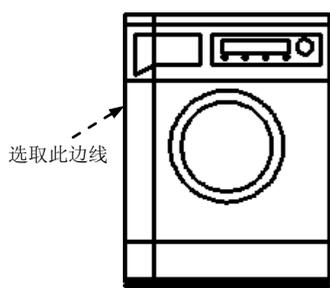

图 17.6.21 偏移直线 2
(3) 偏移直线 2。选择下拉菜单 **修改(M)** → **偏移(O)** 命令，将图 17.6.21 所示的边线向右侧偏移，偏移距离值为 147，完成后如图 17.6.21 所示。